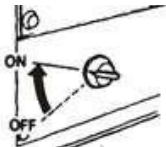

Рис. 56
10.1.1 Перевірте, чи стоїть пусковий перемикач у позиції "ON" (Рис. 56).